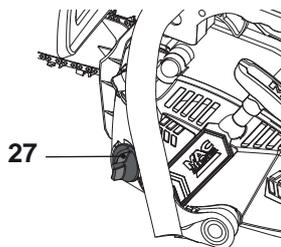

Fig. 16
- > Dévissez le bouchon du réservoir [27], puis ôtez-le (Fig. 16).